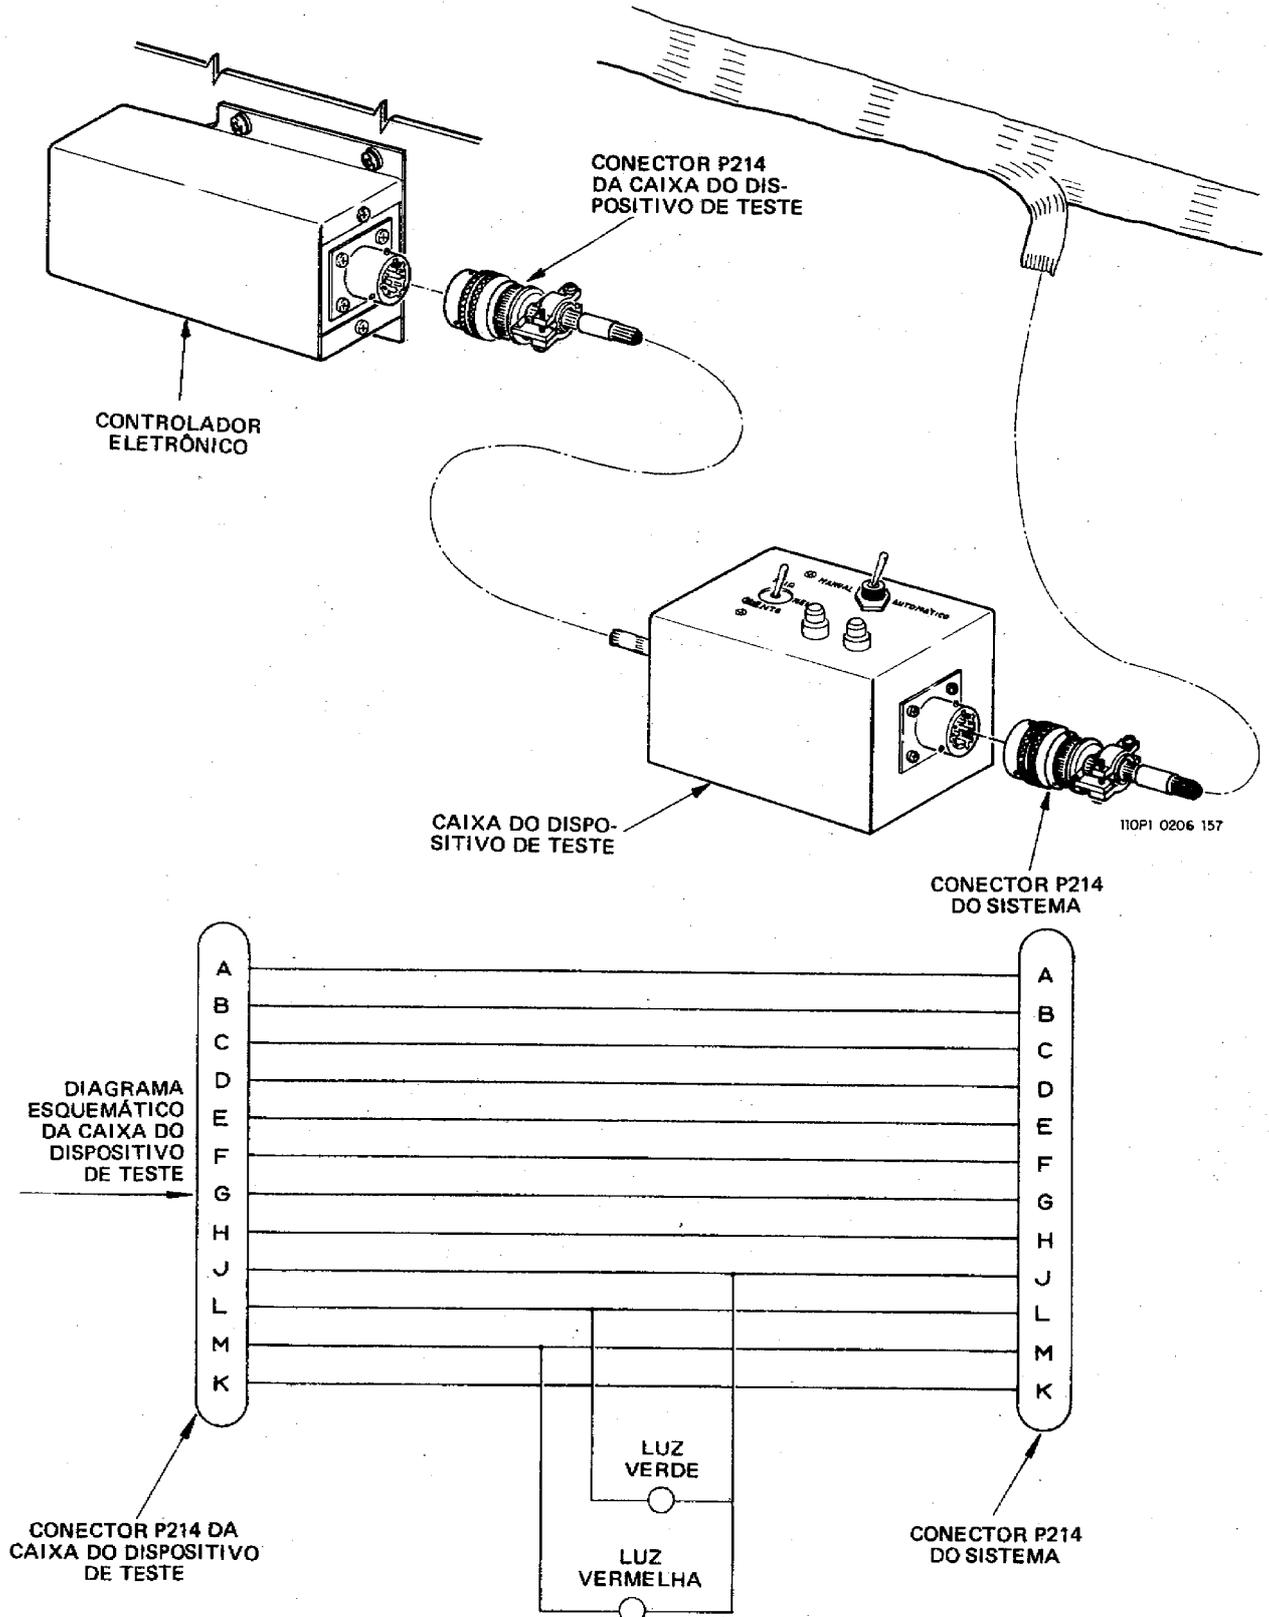

Figura 4-16. Esquema da Caixa do Dispositivo de Teste do Controle Automático de Temperatura
- Para executar o teste do sistema de controle automático de temperatura é necessário acoplar a caixa do dispositivo de teste (esquematisado na figura 4-16) no circuito elétrico do sistema de ar condicionado.
1. Desconecte o conector P214 do controlador eletrônico A63. Conecte a caixa do dispositivo de teste entre o controlador eletrônico A63 e o conector P214, conforme mostrado na figura 4-16.
1. Conecte a caixa do dispositivo de teste ao controlador eletrônico A63, conforme descrito no passo 1 do parágrafo 4-26 e como mostrado na figura 4-16; porém, não conecte o conector P214 à caixa de teste.
A partir do avião número de série 110.075 e seguintes, o painel de controle do sistema de ar condicionado foi alterado, recebendo um interruptor-seletor "AUTO-MAN" e um interruptor armado à mola "QUENTE-FRIO"; o circuito elétrico do sistema foi, também, alterado para a nova situação (veja o detalhe A da figura 4-16).
tizado na figura 4-16, no circuito elétrico do sistema de ar condicionado.